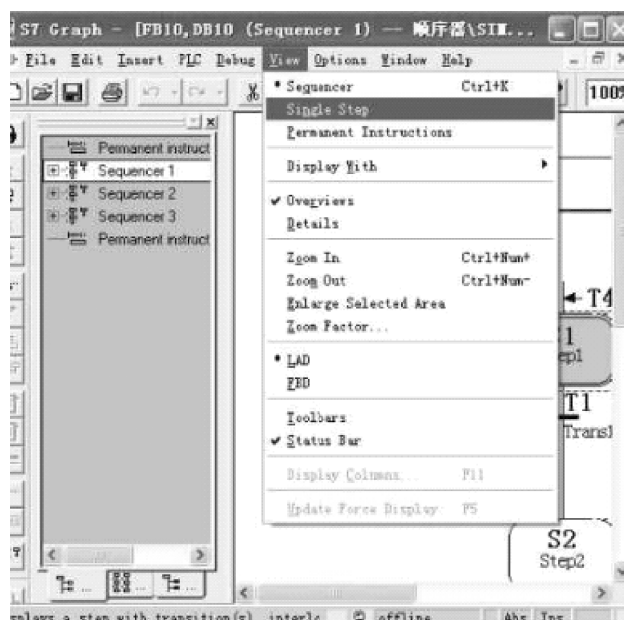
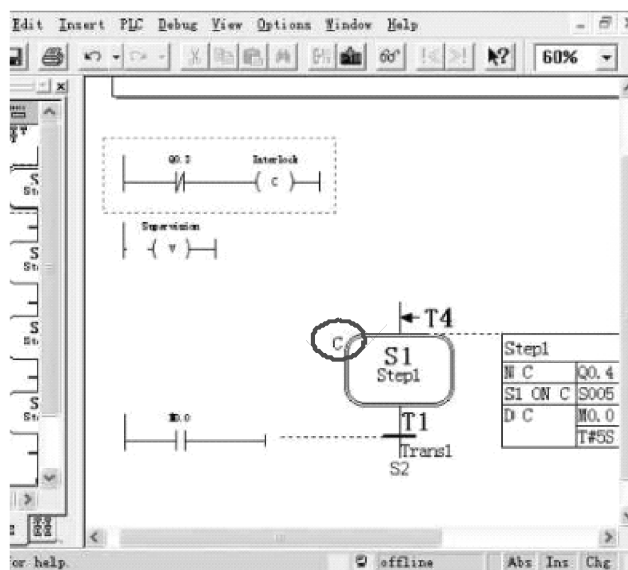

图 6-38 打开“步”的单步编程界面
图 6-39 编入步 1 的程序
6) 编写步 1 (S1) 的程序。在 FB1 的 Sequencer 1 界面，选中步 1 (S1)，单击“View”→“Single Step”，打开“步”的单步编程界面，如图 6-38 所示，并在里面编写图 6-39 所示的程序。